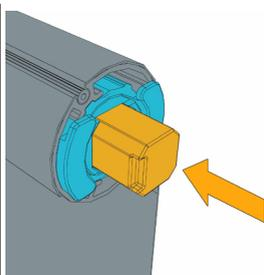
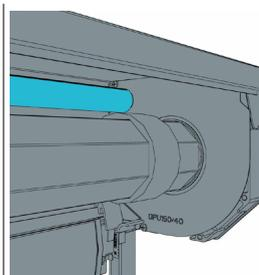

Fig. 22. La partie poussée par un ressort du support
Fig. 23. Mise en place de la partie droite du tube avec moustiquaire
- mettre la partie droite du tube, en appuyant sur la partie saillante poussée par un ressort du support du support **M-OP** (fig. 22) de manière qu'elle entre dans le tube et la conduire dans le trou du support **M-BR-R** ou dans la flasque **GPU** jusqu'à l'enclenchement (fig. 23) ;